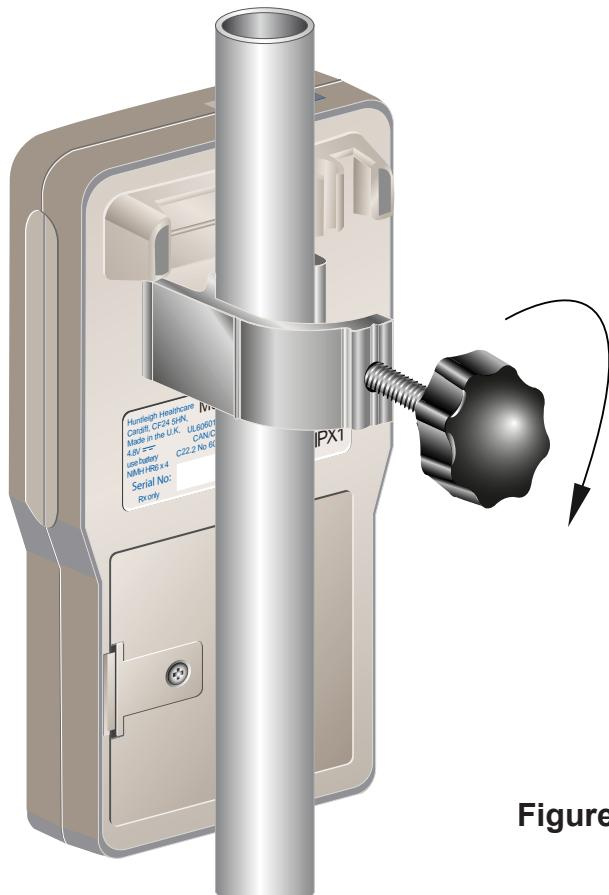

Figure 1
1. Faites glisser le dispositif de serrage sur tige au-dessous de la pince de ceinture de l'unité et fixez fermement à la tige à soluté (voir Figure 1 ci-dessous).